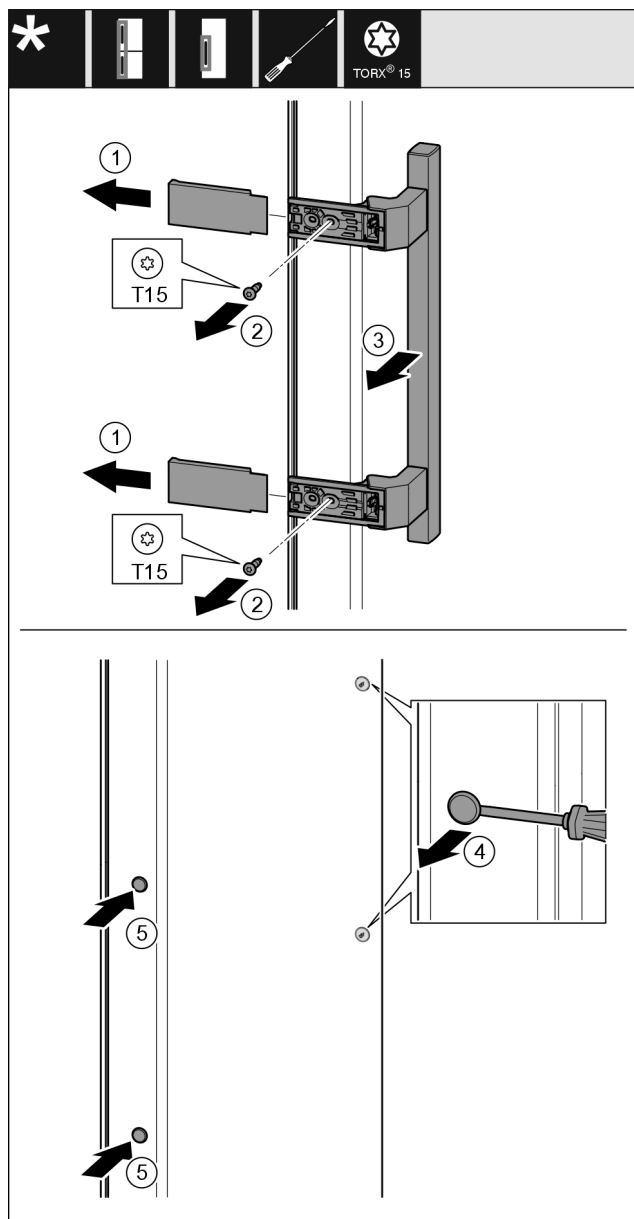

Fig. 25
- Izvucite poklopac Fig. 25 (1).
- Odvijačem odvrnite vijke Fig. 25 (2).
- Skinite ručku Fig. 25 (3).
- Odvijačem s ravnom glavom oprezno podignite bočni čep Fig. 25 (4) i izvucite ga.
- Ponovno umetnite čep Fig. 25 (5) na drugoj strani.